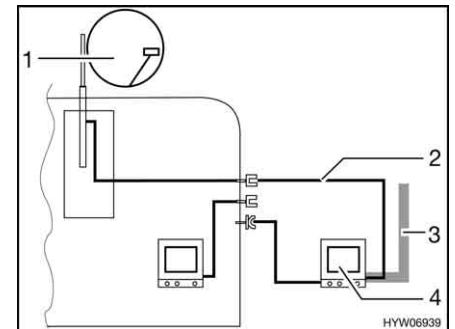

Bild 155 TV i förtältet
- TV i förtältet (Bild 155,4): Anslutning till takantenn (Bild 155,1) med anslutningskabel (Bild 155,2)
- TV i förtältet (Bild 155,4): Anslutning till extern antenn (Bild 155,3)